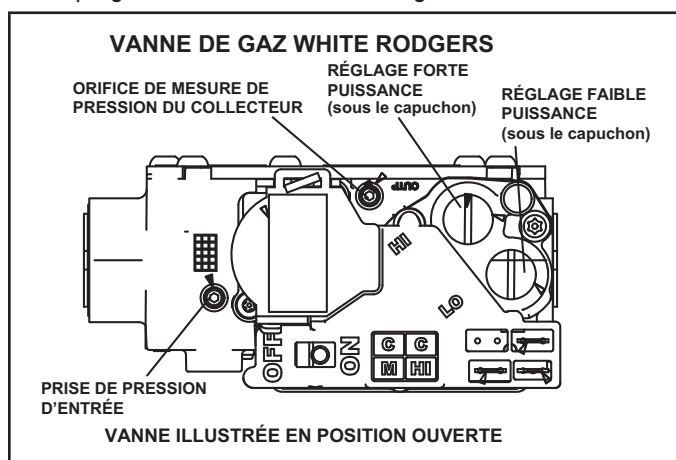

FIGURE 57
Fonctionnement de la vanne de gaz (FIGURE 57)
- 6 - Mettre le contacteur de la vanne de gaz sur «OFF». Voir la FIGURE 57.
- 8 - Mettre le contacteur de la vanne de gaz sur «ON». Voir la FIGURE 57.
Une connexion située sur la vanne de gaz permet d'accéder à la pression d'alimentation. Voir la FIGURE 57. Dévisser la vis à tête hexagonale de 3/32 d'un tour, brancher un tube de 5/16 po et brancher un manomètre pour mesurer la pression d'alimentation. Voir le TABLEAU 17 pour la pression de la conduite d'alimentation.
Une connexion située sur la vanne de gaz permet d'accéder à la pression du collecteur. Voir la FIGURE 57. Dévisser la vis à tête hexagonale de 3/32 d'un tour, brancher un tube de 5/16 po et brancher un manomètre pour mesurer la pression du collecteur.
- 5 - Au besoin, faire les ajustements nécessaires. La FIGURE 57 indique l'emplacement des vis de réglage des puissances mini et maxi.